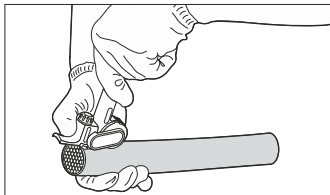
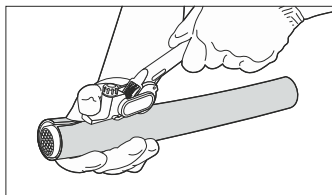
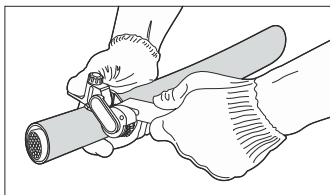

Рисунок 3
Рисунок 4
Рисунок 5
5.3 Закрепите инструмент на кабеле (рисунок 3) и выполните продольный разрез изоляции кабеля на необходимое расстояние (рисунок 4).
5.4 После выполнения продольного разреза, не снимая инструмента с кабеля, разверните его на 90 градусов (рисунок 5) и выполните круговой разрез изоляции кабеля до полного разрезания изоляции (рисунок 3).